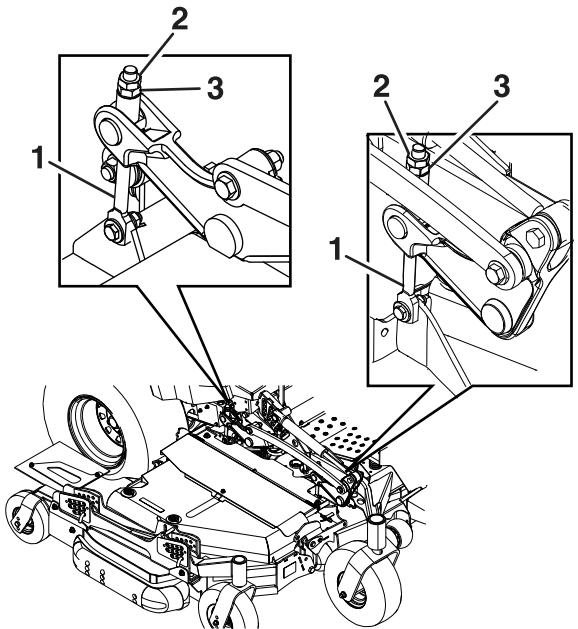

Figura 79
Afloje las contratuerca de la parte superior de cada pletina de ajuste de la carcasa. Gire la tuerca de ajuste del conjunto de elevación de la carcasa delantera para obtener la altura correcta para las puntas delanteras de las cuchillas izquierda y derecha de la carcasa central (Figura 79).
5. Si los 4 mecanismos de ajuste de la carcasa (Figura 79) no tienen holgura suficiente para lograr la altura de corte precisa con la inclinación necesaria, puede utilizarse el sistema de ajuste de un solo punto.
6. Para ajustar el sistema de un solo punto, primero afloje los pernos de montaje delantero y trasero de la placa de altura de corte (Figura 79)